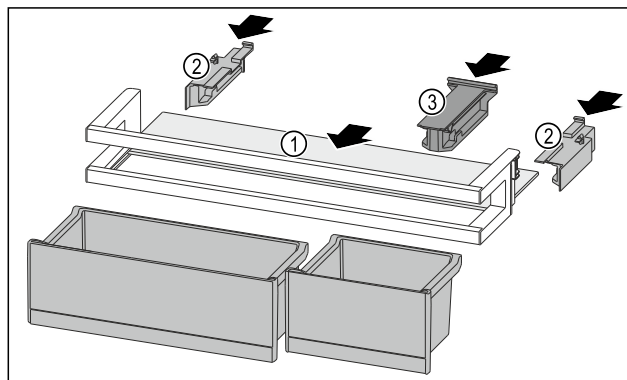

Fig. 95
- Abstellfläche Fig. 95 (1) in die seitlichen Einsparungen einschieben.
- Seitenteile Fig. 95 (2) einsetzen.
- Halteteil Fig. 95 (3) einsetzen.